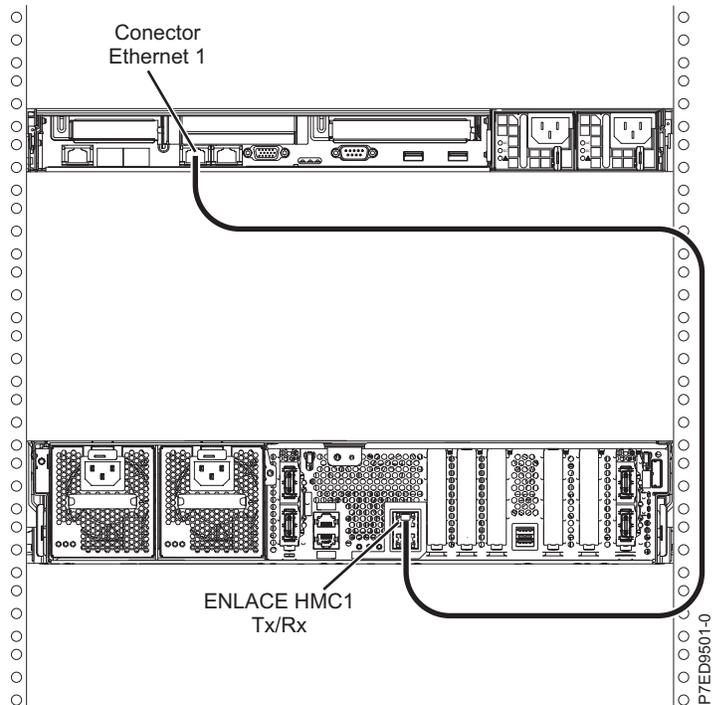

Figura 19. Conexión de la HMC al sistema gestionado
1. Si desea conectar directamente la HMC al sistema gestionado, conecte el **Conector Ethernet 1** de la HMC al puerto **HMC1** del sistema gestionado, tal como se muestra en la Figura 19 en la página 17.